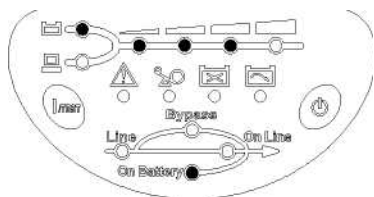

Рис. 4-4 Индикация режима резервного питания
- В режиме резервного питания: горят индикатор режима резервного питания, индикатор состояния батареи и индикаторы уровня, каждые 2 сек подаётся сигнал зуммера длительностью 0,5 сек, при этом ИБП продолжает подавать питание в нагрузку от батареи см. рис. 4-4.